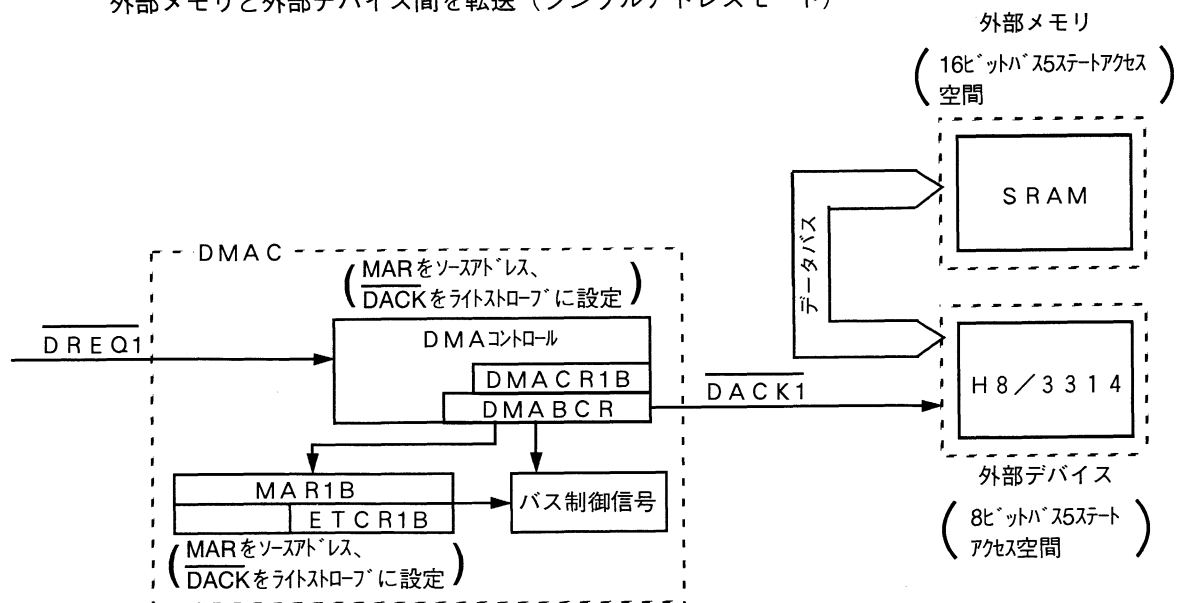

図2 DMAコントローラブロック図
- (1) 本タスク例ではDMACのシングルアドレスモード（アイドルモード指定）を使用し、外部メモリ（SRAM）から外部デバイス（H8/3314）へデータを転送します。
- (a) 図2に本タスク例で使用するDMACブロック図を示します。